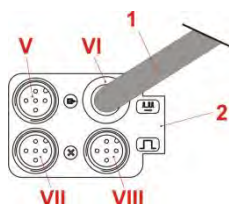
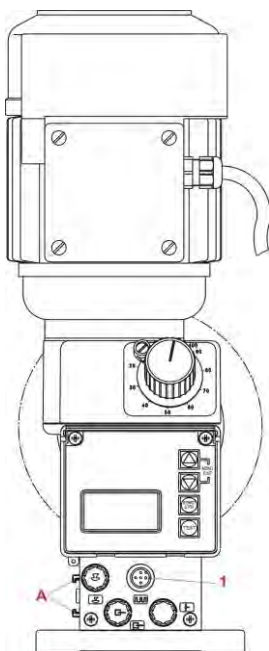

Abb. 8.1 Montage der Dongle-Box 1
Abb. 8.2 Montage der Dongle-Box 2
- ✖ Montieren Sie die Dongle-Box (Abb. 8.1) an der dafür vorgesehenen Schiene der EMP-Pumpe (Abb. 8.2, Pos. A).
- ✖ Schieben Sie die Dongle-Box (Abb. 8.1) in die Schiene auf der linken Seite der EMP Pumpe (Abb. 8.2, Pos. A), bis diese einrastet.
- ✖ Schließen Sie das Verbindungskabel (Abb. 8.1, Pos. 1 und 8.3, Pos. 2) am Eingang für Impuls- /Normsignal (Abb. 8.2, Pos. 1) an.
Ist vor der Erweiterung durch eine Dongle-Box am Eingang für Impuls- /Normsignal (siehe Abb. 8.2, Pos. 1) ein Stecker angeschlossen, so kann dieser nach der Erweiterung an Stecker VIII (siehe Abb. 8.1, Pos. VIII) der Dongle-Box angeschlossen werden.